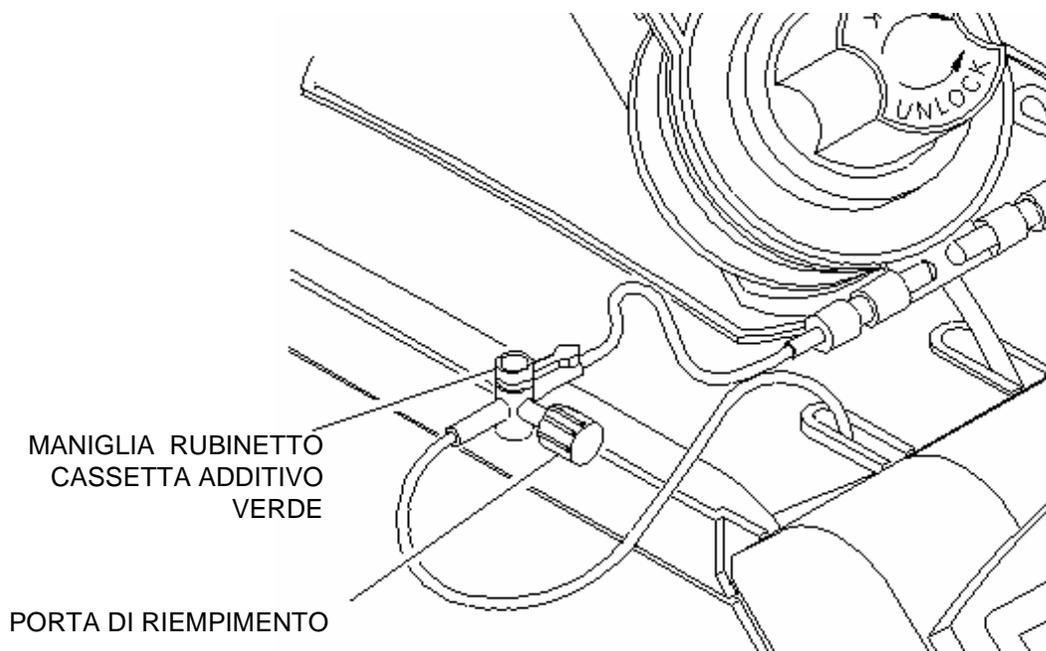

FIGURA 7-16:
- Collegare la siringa riempita alla porta di riempimento del rubinetto e ruotare il rubinetto della cassetta nella posizione di riempimento (maniglia OFF verso lo scambiatore calore). Iniettare non più di 50 ml di additivo (figura 7-16).